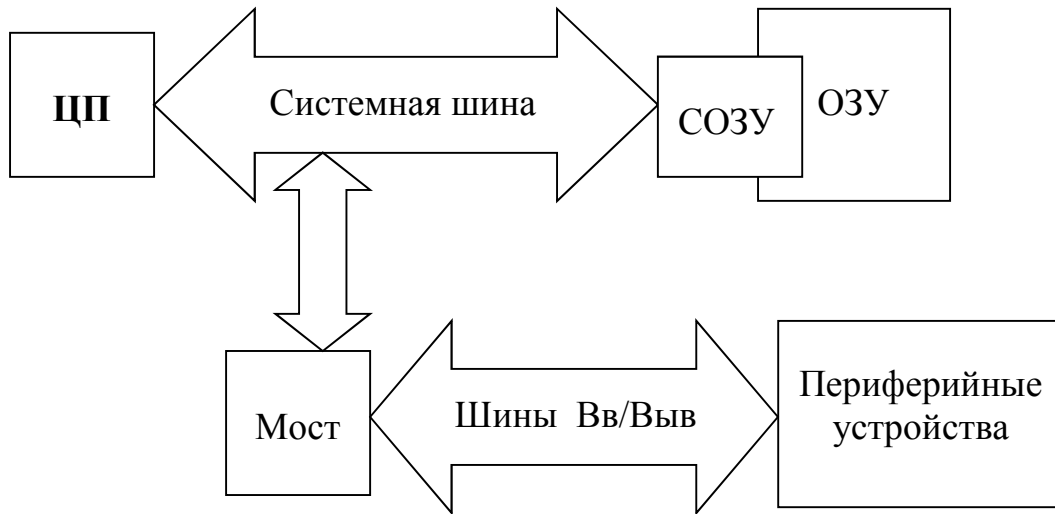

Рис. 3.4 – Обобщённая структурная схема системной платы ПК с подключенными периферийными устройствами
- б) несколько шин ввода/вывода, соединяющих различные периферийные устройства с системной шиной и процессором через мост (рис. 3.4).